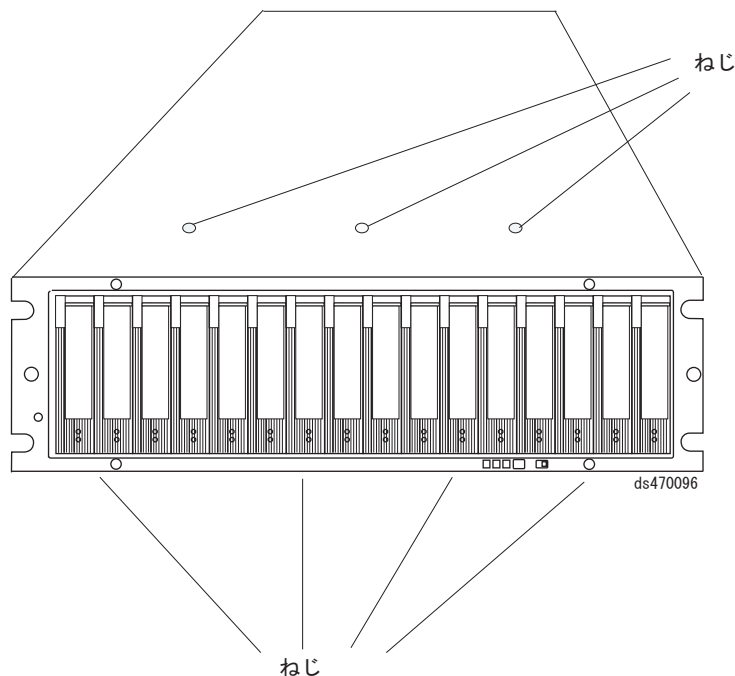

図 89. シャーシの上部および下部をフレームに対して保持するねじ
ラックの前面からシャーシを引き出して、ラックから取り外します。水平面に置きます。182 ページの図 89 に示すように、シャーシの上部に 3 つ、シャーシの下部に 4 つ並んでいるプラスねじを見つけます。#1 プラスねじ回しを使用して、この 7 つのプラスねじを外します。ねじを保管します。
17. 図 89 に示すように、前面ケージ・フレームを EXP810 シャーシに対して保持する 7 つのプラスねじ (ステップ 12 (181 ページ) で取り外したものの、上部 3 つ、下部 4 つ) を取り付けます。